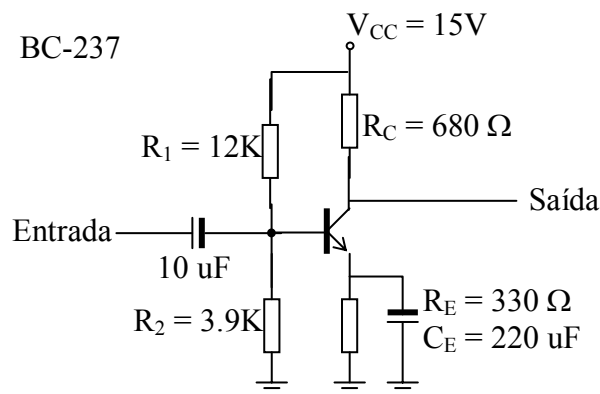

Figura 5 – Circuito de polarização automática
O circuito mostrado na figura 5 foi polarizado para as seguintes condições: $V_{CC} = 15\text{ V}$ e $I_C = 9\text{ mA}$. Foram admitidos também: $V_{RC} = V_{CE} = 6\text{ V}$; $V_{RE} = 3\text{ V}$; $h_{FEMIN} = 180$ e $K = 20$.
- Monte o circuito da figura 5 e meça I_B , I_C , V_{RC} , V_{CE} , V_{RE} . Verifique se há coincidência entre os valores medidos e esperados.